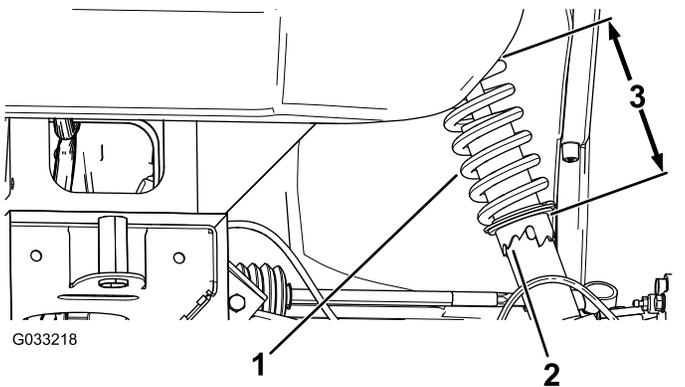

Рисунок 47
2. Если развал не отрегулирован, используйте ключ, чтобы повернуть кольцо на амортизаторе для выравнивания колеса (Рисунок 47).